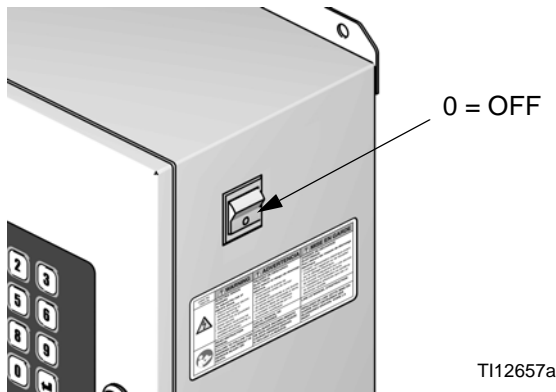

FIG. 116. Interruptor de alimentación
3. Apague la corriente ProMix (posición 0). FIG. 116.